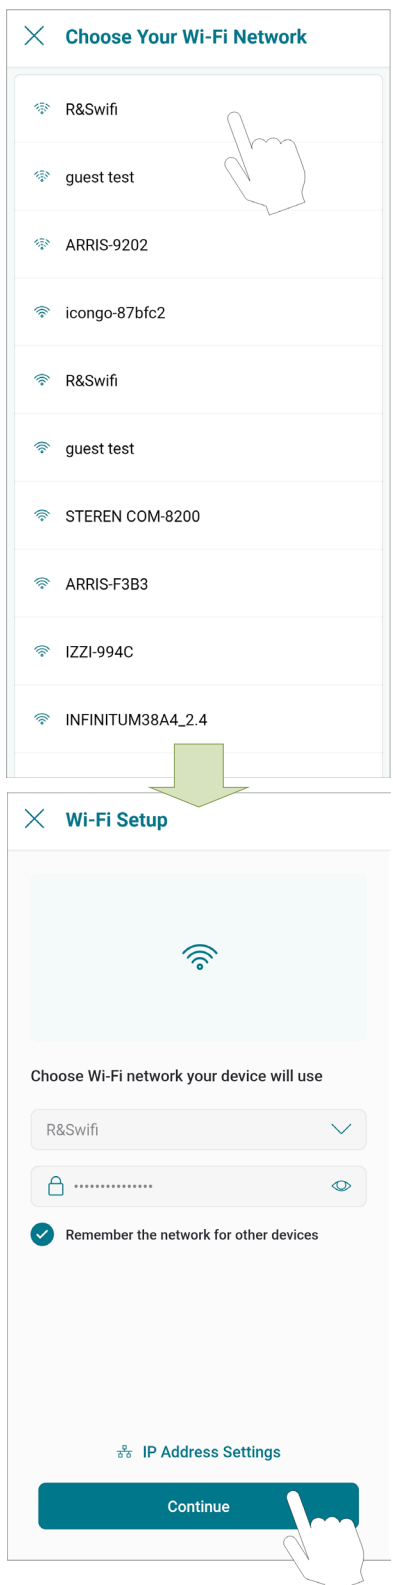

Figure 86. Configuration Wi-Fi
- L'écran Configuration Wi-Fi (Wi-Fi Setup) s'affiche. Sélectionnez ou entrez le réseau Wi-Fi auquel vous souhaitez connecter votre appareil et saisissez le mot de passe réseau, voir **Figure 86**.